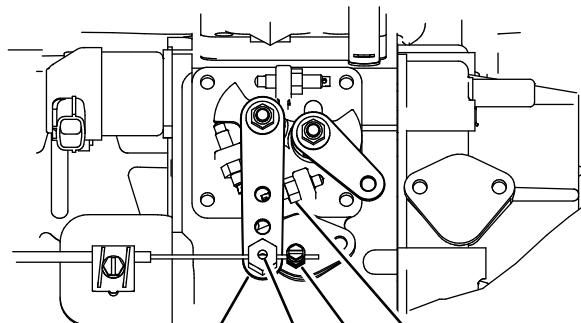

Figure 42
2. Desserrez la fixation du câble d'accélérateur sur le bras du levier de la pompe d'injection (Figure 42).
3. Maintenez le bras de levier de la pompe d'injection en appui contre la butée de régime maximum de marche à vide (Figure 42).